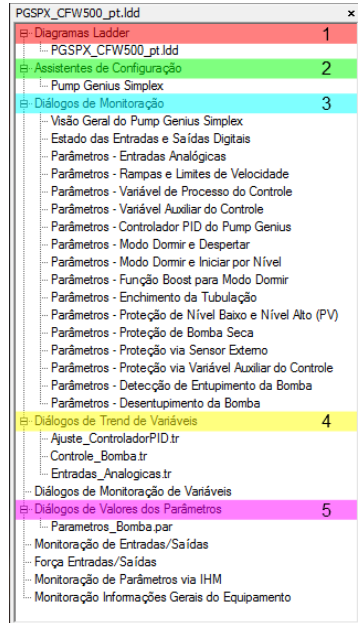

Figura 6.1 – Árvore do Projeto
Utilizando o software WLP é possível implementar ou alterar aplicativo ladder da aplicação Pump Genius, configurar os parâmetros através do Assistente de Configuração (2), monitorar parâmetros e variáveis através dos Diálogos de Monitoração (3), monitorar variáveis através dos Diálogos de Trend de Variáveis (4), e fazer o upload/download dos parâmetros do inversor CFW500 através dos Diálogos de Valores dos Parâmetros (5). A figura 6.1 apresenta a árvore de projetos onde se encontram as funcionalidades citadas anteriormente.